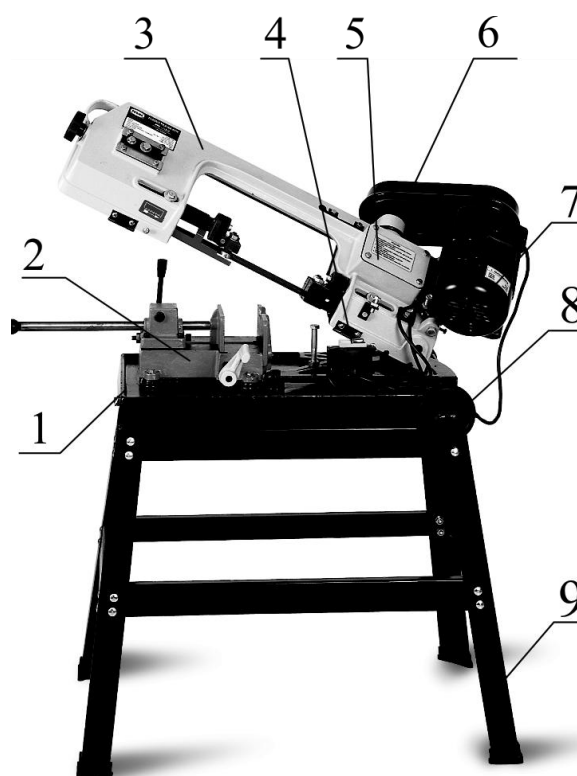

Рисунок 2.
3.3 Основные узлы и детали оборудования (см. рис.2).
3.4 Краткое описание конструкции оборудования (см. рис. 2).